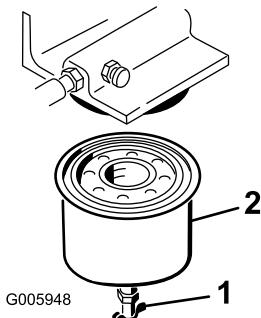

Figure 33
5. Ouvrez le robinet de vidange (Figure 33) et vidangez le carburant qui se trouve dans le filtre à carburant dans un bac approprié. Débarrassez-vous du carburant conformément à la réglementation locale en matière d'environnement.
6. Déposez le filtre à carburant à l'aide d'une clé spéciale (Figure 33).